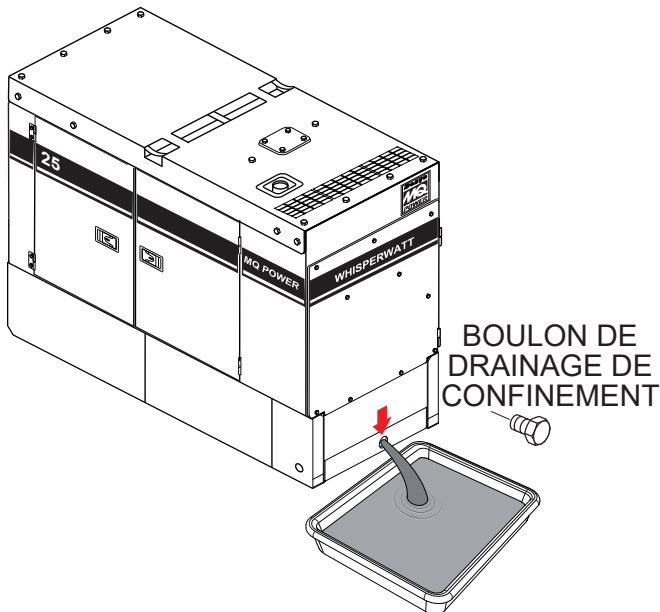

Figure 67. Vidange du réservoir de confinement
2. Si le réservoir se remplit de liquide, retirez le **boulon de vidange** (Figure 67), puis laissez les fluides s'écouler dans un récipient approprié.